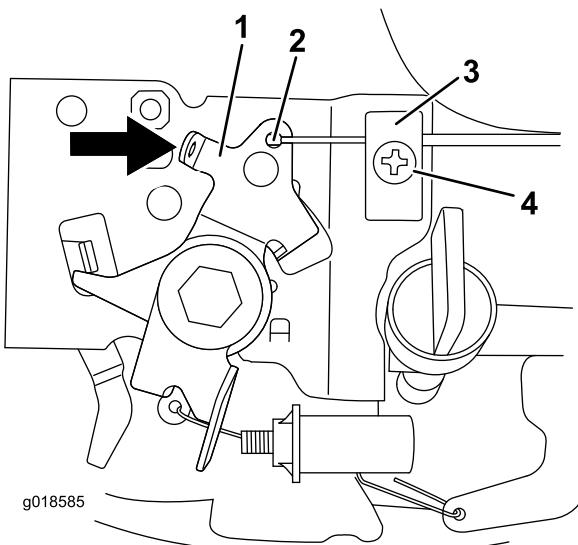

Bild 4
- Schieben Sie Hebel in die ganz arretierte Stellung (Bild 4).
- Haken Sie das Ende in den Griff, ziehen Sie den Gaszug straff und die Schraube an (Bild 4).